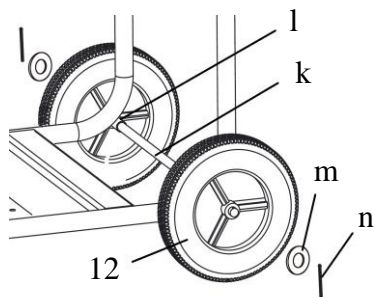

Fig. 2
- Insérez la tige de l'axe de roue (k) dans les arbres de montage (l) du cadre du berceau et fixez-la avec les rondelles (m) et les goupilles fendues (n) fournies. Voir la figure 2.